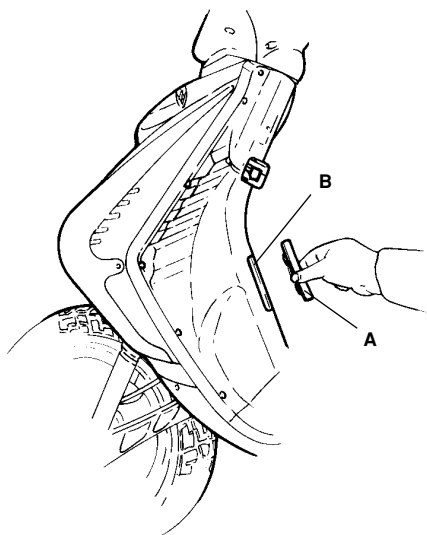

Fig. 7
**Telaio:** rimuovere il coperchio (A - Fig. 7) facendo leva lateralmente con il cacciavite a taglio in dotazione (Fig. 1), il numero di omologazione è punzonato nella posizione (B - Fig. 7).
**Frame:** remove the cover (A - Fig. 7) by using the screw-driver provided. The identification data are stamped in the B position (B - Fig. 7).